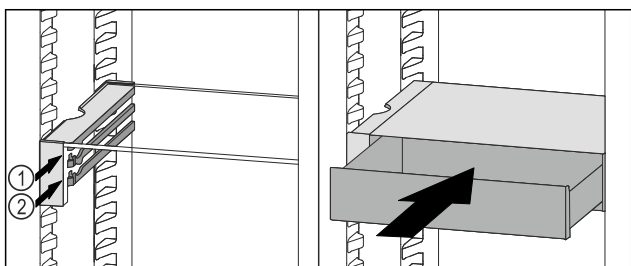

Fig. 126
- ▶ Nasadte zásuvku VarioSafe za zářezky na požadovaném žebro Fig. 126 (1) nebo Fig. 126 (2).